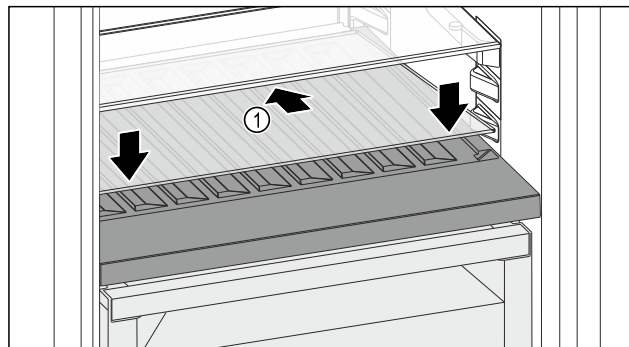

Fig. 91
- Glasplatte Fig. 91 (1) schräg und nach hinten unten geneigt ansetzen.
- Glasplatte Fig. 91 (1) vorne absenken.